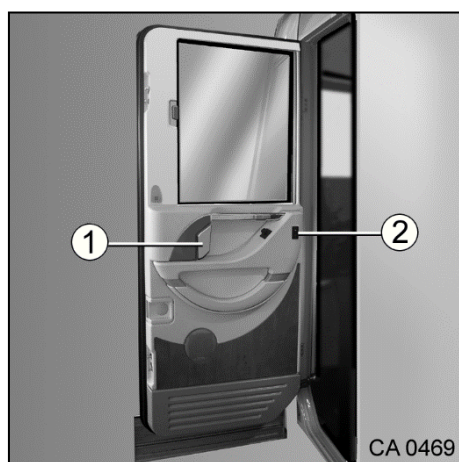

Fig. 34 Intérieur de la portière de cabine
1. Tirer sur la poignée (Fig. 34/1). Le verrou de la portière est automatiquement déverrouillé.
1. Actionner le bouton-poussoir (Fig. 34/2). La fenêtre s'ouvre/se ferme automatiquement.